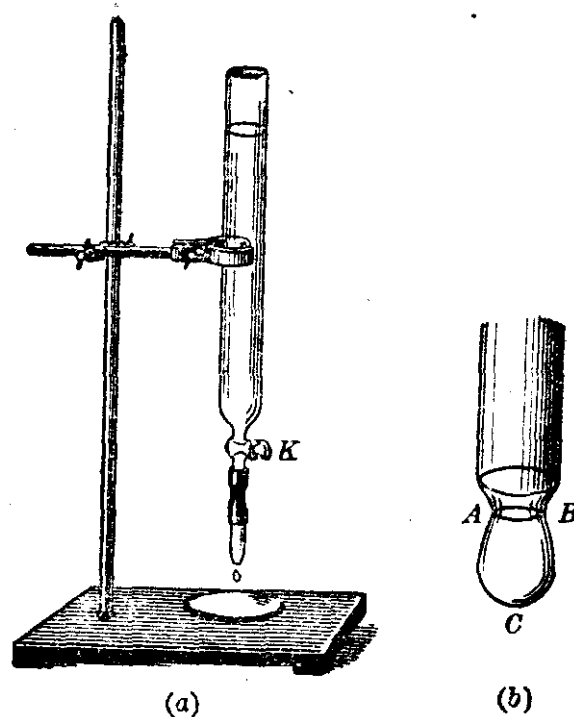

图 5.11
例 3. 如图 5.11 所示,已知滴管中滴下 50 滴液体,液体共重 1.65 克,滴管的內徑为 1.35 毫米^①。試根据这些数据求出这种液体的表面張力系数?
① “內徑”一般是指內部直徑。有必要指明半徑时,我們用“內半徑”。
滴管中所盛的液体用开关 K 来調节,使它从管中緩慢地流出(图 5.11(a)). 可以看到形成液滴的过程是:液体徐徐地流向管口,先形成类似小袋的形状,然后逐漸增大,下部突出。在液滴脫落之前,它的上部形成一个狭窄的頸部(見图 5.11(b) 中的 AB),頸部越变越細,直到液滴 C 离开管口时为止。